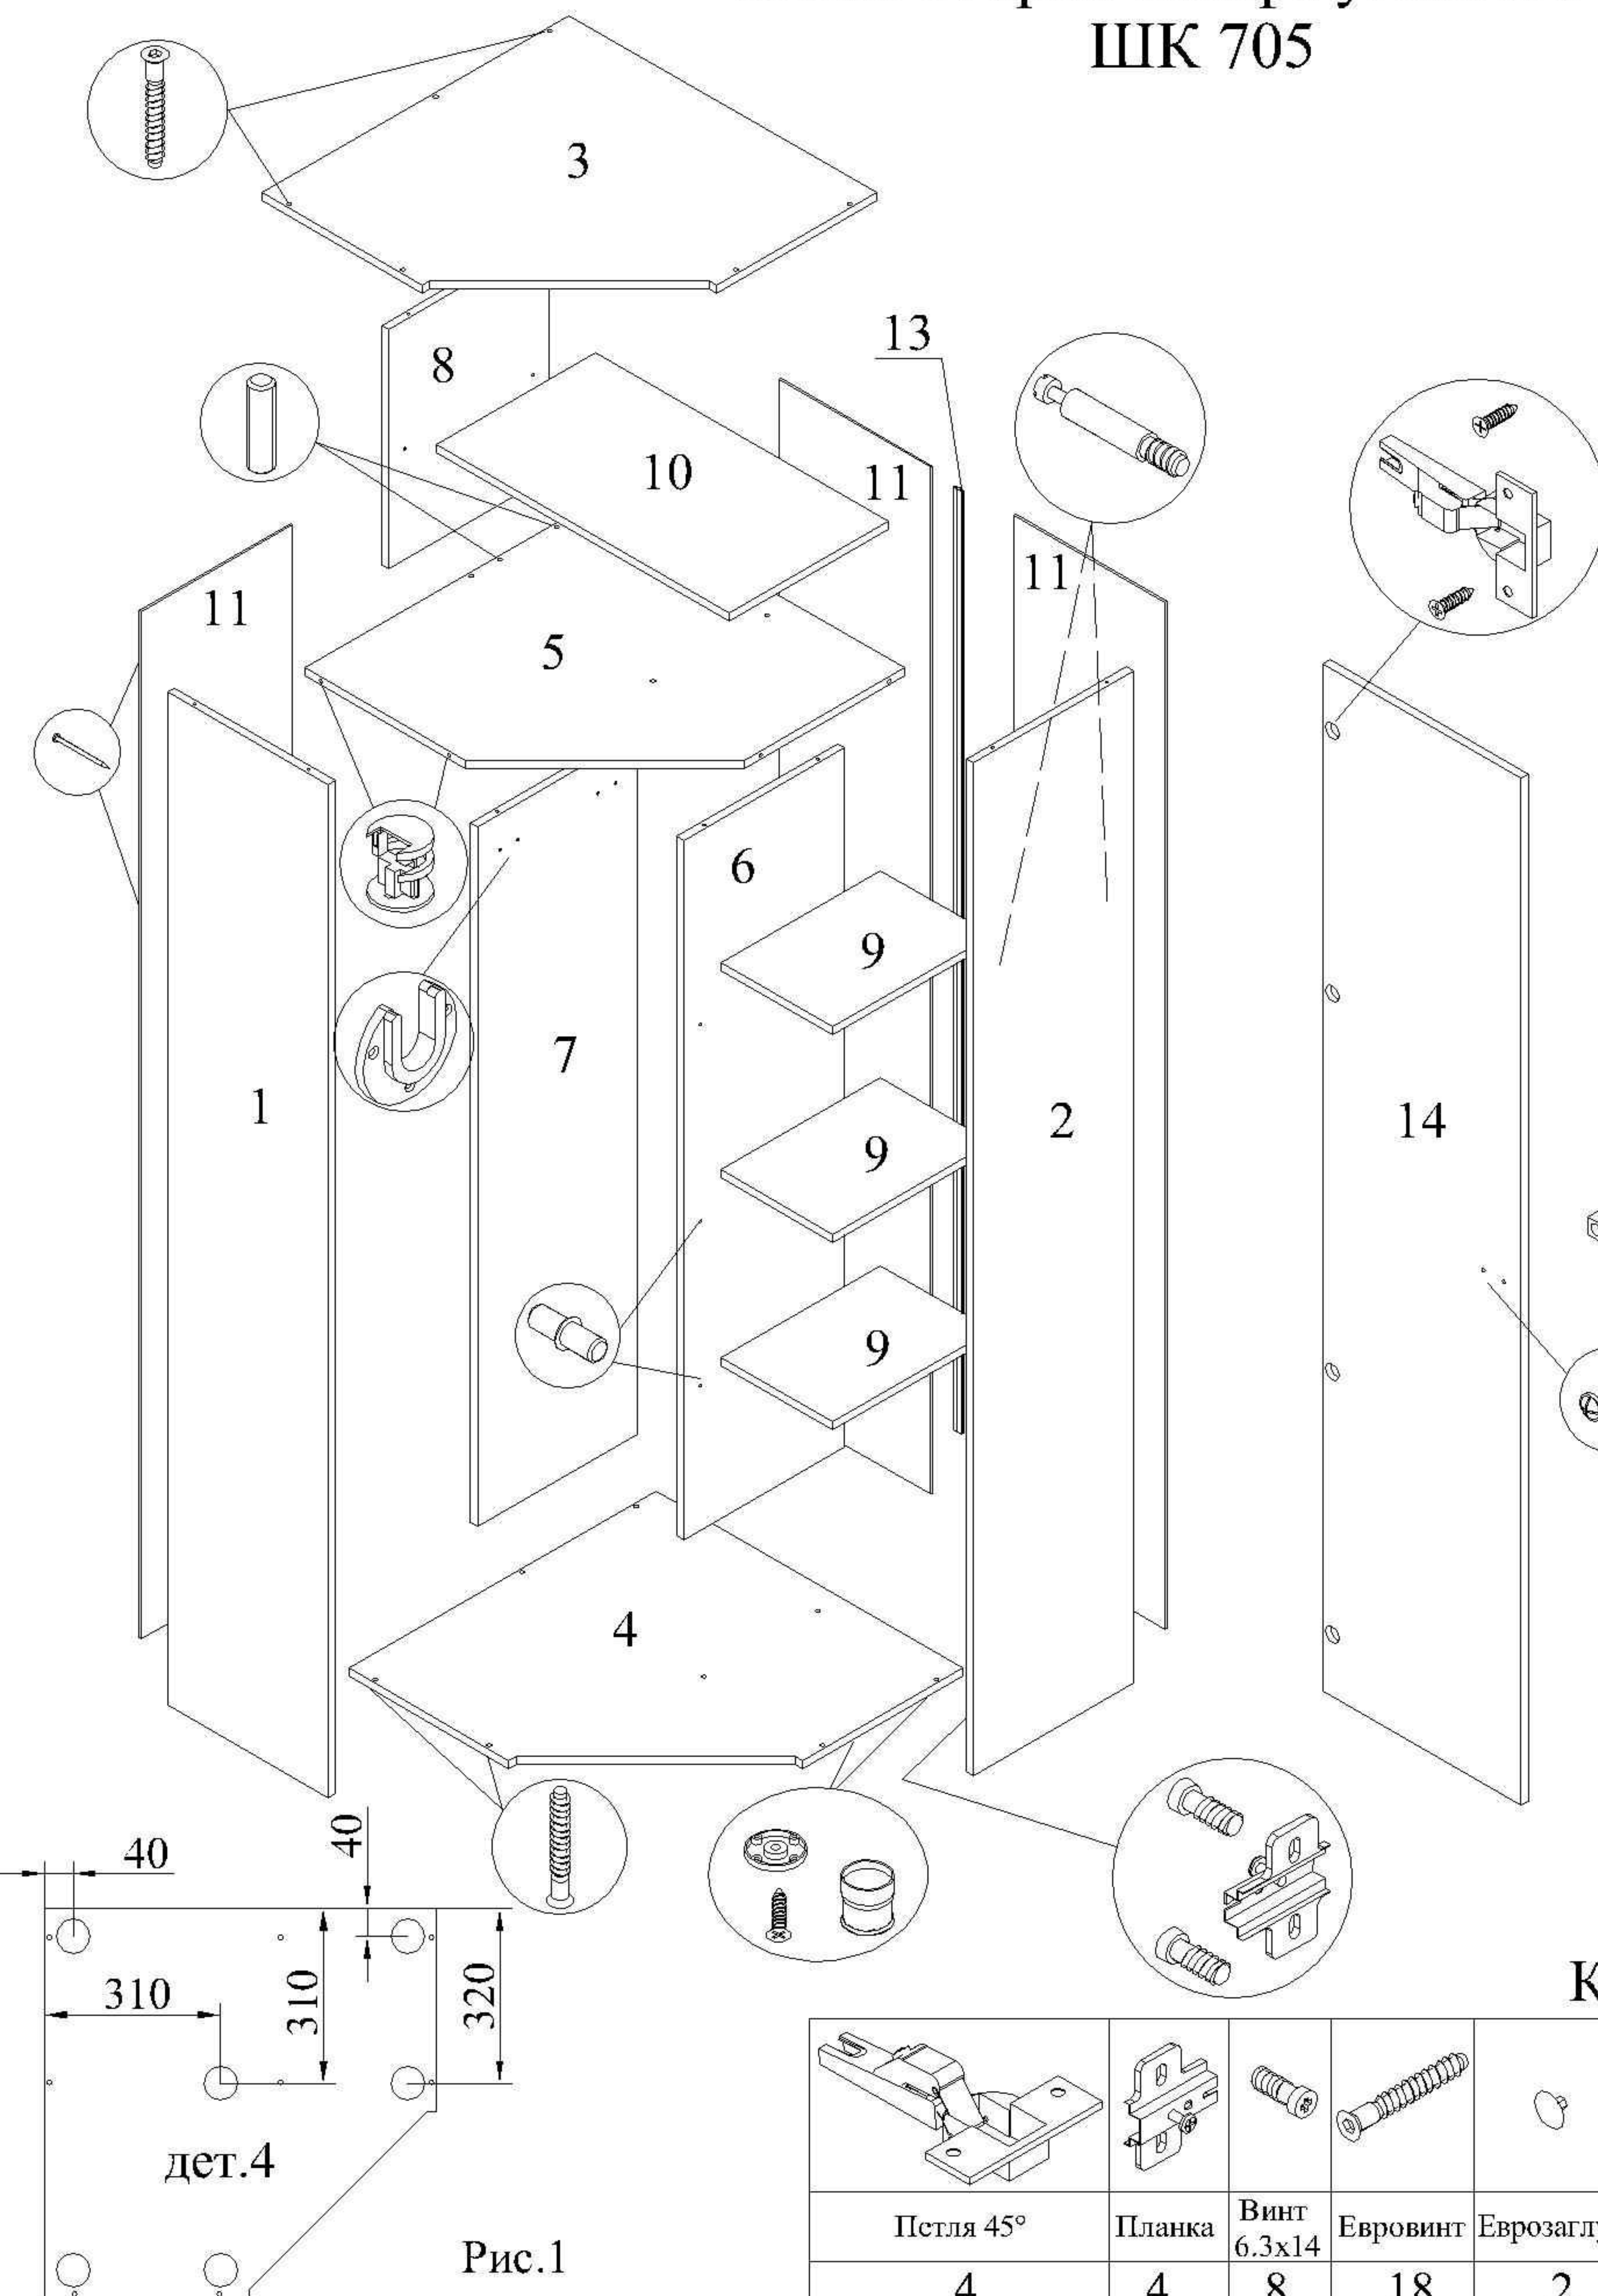

Рис.1
3. Крепить опоры к дет.4 с помощью шурупов 3.6x16. Место крепления см. рис.1